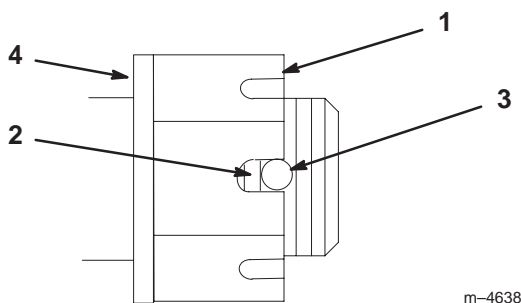

Figure 51
4. Serrez le boulon crénelé à 170 Nm (125 pieds-livre) (Fig. 51).
5. Mesurez l'espace entre la base de la fente de l'écrou et le bord intérieur du trou. On ne doit pas voir plus de deux filets (Fig. 51).
6. Si plus de deux filets sont visibles, enlevez l'écrou et placez une rondelle entre le moyeu et l'écrou (Fig. 51).
7. Serrez le boulon crénelé à 170 Nm (125 pieds-livre) (Fig. 51).
8. Serrez l'écrou jusqu'à ce que le jeu de fentes suivant soit en face du trou de l'axe (Fig. 51).